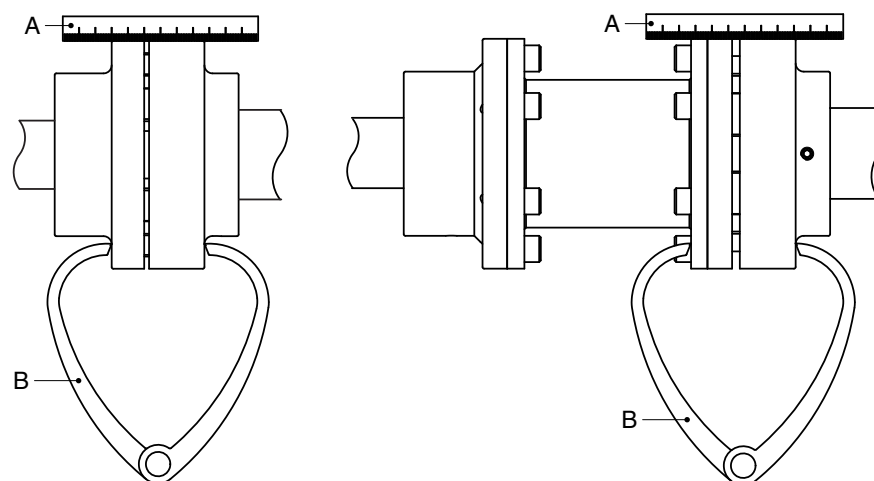

Figure 8: Alignement de l'accouplement à l'aide d'une règle et d'une paire de compas d'épaisseur externes.
- 1 Placez une règle (A) sur l'accouplement. Placez ou déplacez autant de cales de cuivre que nécessaire pour que le moteur électrique se trouve à la hauteur appropriée afin que le bord droit soit en contact avec les deux demi-accouplements sur toute la longueur, voir figure 8.
- 3 Vérifiez encore l'alignement à l'aide d'une paire de compas d'épaisseur externes (B) en deux points diamétralement opposés sur les côtés des demi-accouplements, voir figure 8.